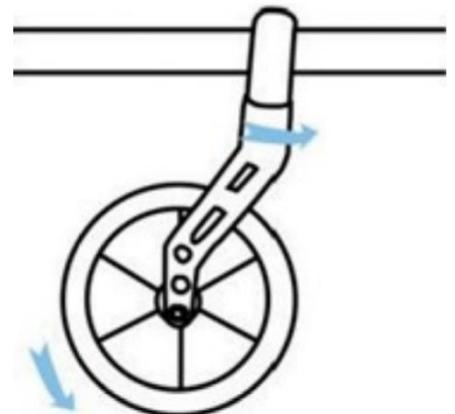

Рис. 4
4. Контролюйте регулювання осей шляхом вільного прокручування коліс. Обертання колеса повинне зупинятися поступово (рис. 4).